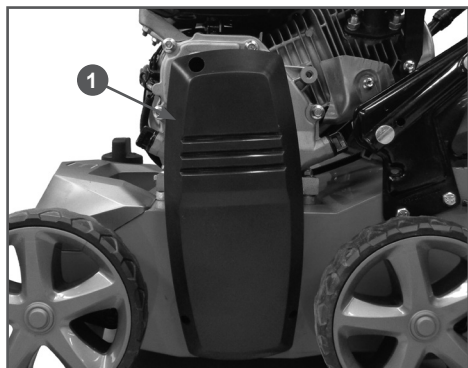

Рис. 30 Кожух защитный ремня привода
1. С помощью ключа шестигранный 6 мм и отвёртки PH2 (не входят в комплектность устройства) открутите болт и винты крепления кожуха и снимите кожух 1 защитный ремня привода рабочего валика (Рис. 30).
1. Открутите болт и винты крепления кожуха и снимите кожух 1 защитный ремня (Рис. 30).